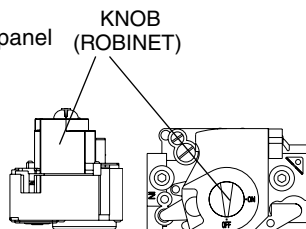

Figure 11
6. Move the gas control knob clockwise  to "OFF". (See Figure 11)
7. Wait five (5) minutes to clear out any gas. Then smell for gas, including near the floor. If you smell gas, STOP! Follow "B" in above information. If you don't smell gas, go to the next step.
8. Move the gas control knob counterclockwise  to "ON". (See Figure 11)
6. Faire tourner le robinet à gaz dans le sens des aiguilles d'une montre  pour l'amener sur la position OFF (Arrêt) (Voir Figure 11).
7. Attendre cinq (5) minutes pour s'assurer de la dissipation du gaz. En cas d'odeur, ARRÊTER LE PROCÉDÉ. Suivre les instructions ci-dessus (Section B). En l'absence de toute odeur de gaz, avancer à l'étape suivante.
8. Faire tourner le robinet à gaz dans le sens inverse des aiguilles d'une montre  pour l'amener sur la position ON (Marche) (Voir Figure 11).